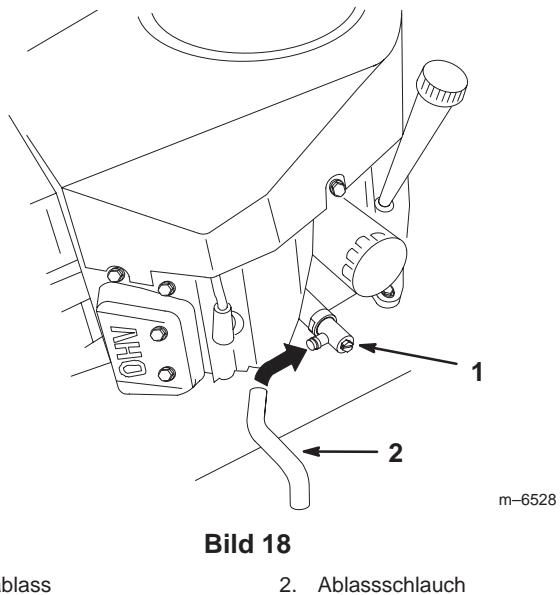

Bild 18
5. Schieben Sie die Ablassschlauch auf das Ölabblassventil (Bild 18).
6. Stellen Sie eine Auffangwanne unter den Ölabblassschlauch. Öffnen Sie das Ventil entweder mit einem Flachschräubenschlüssel oder einem 10 mm Schlüssel (Bild 18).
7. Drehen Sie das Ventilende entgegen dem Uhrzeigersinn, um das Ventil zu öffnen (Bild 18).
8. Drehen Sie nach dem kompletten Ablaufen des Öls das Ablassventil im Uhrzeigersinn, um es zu schließen (Bild 18).